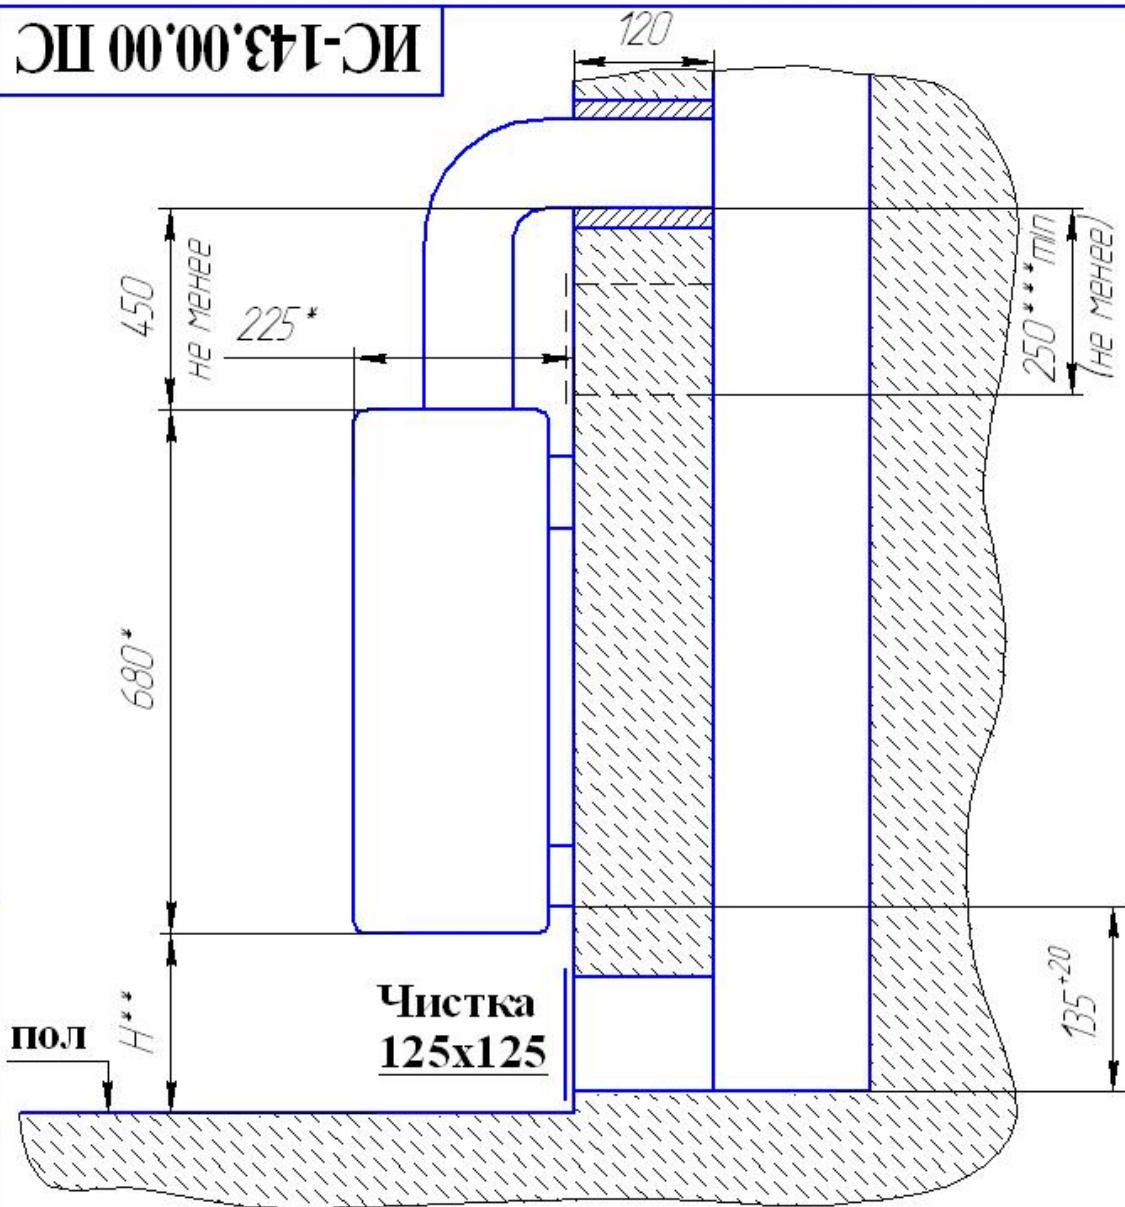

Рис.9 Схема подключения к дымоходу.
5.9 Подсоединение котла к дымоходу показано на рис. 9.